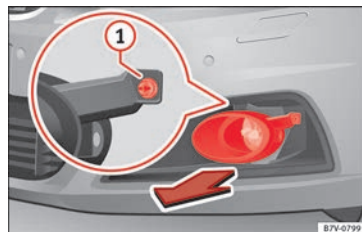

Fig. 109 En la parte derecha del parachoques delantero: desmontaje de los faros.
1. Tire de la cubierta hacia delante, en el sentido de la flecha » **fig. 109**.
2. Desenrosque el tornillo de fijación » **fig. 109 ①** con el destornillador de las herramientas de a bordo » **pág. 86**.
10. Apriete el tornillo de fijación » **fig. 109 ①** con el destornillador.
11. Coloque la cubierta en el parachoques » **fig. 109**.